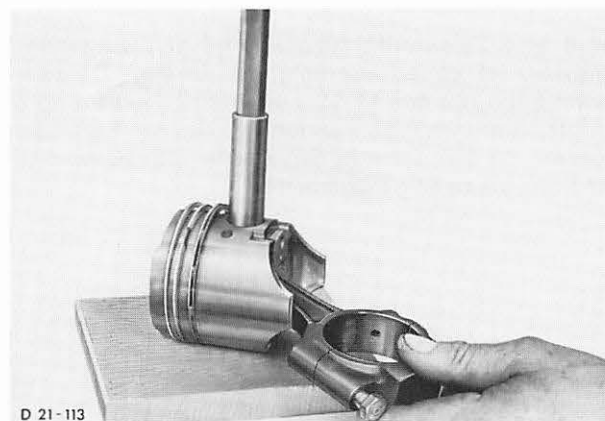

Abb. 306 Kolbenbolzen montieren
6. Kolbenbolzen bis zum ersten montierten Sicherungsring durchschieben, Abb. 306. Zweiten neuen Sicherungsring montieren.